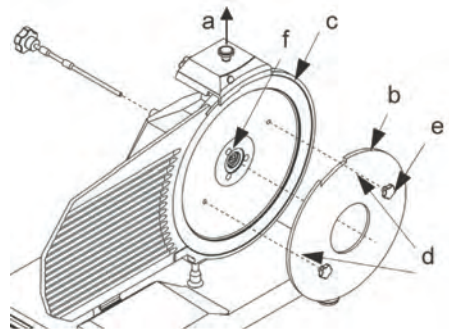

Fig. 5 – Montage de l'outil en plexi (b) pour enlever la lame
Pour nettoyer la lame de l'autre côté, il faut la retirer (voir fig. 5).
- Retirez la plaque couvre-lame (voir fig. 5);